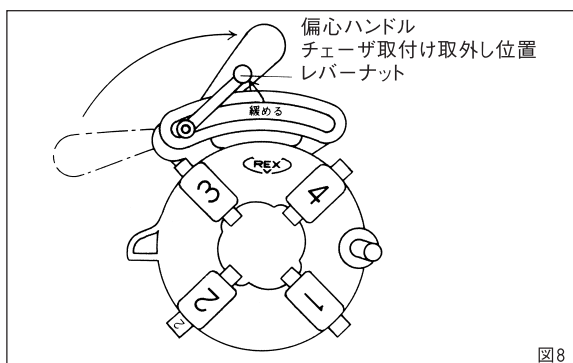
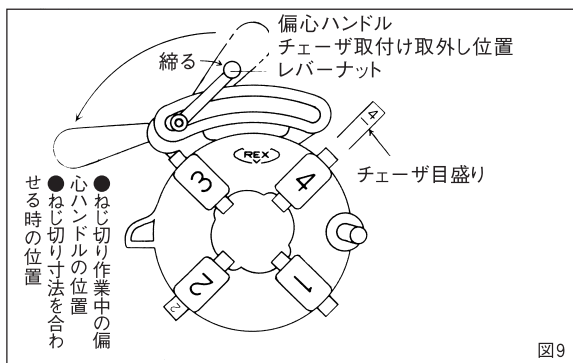

図8
図9
a. チェーザの取外しかた (図8)
- ① 偏心ハンドルを図の方向に倒して、レバーナットをゆるめ、偏心ハンドル部を左端いっばいの位置までよせてください。これで3番と4番のチェーザが取外せます。
- ② 次にダイヘッドを起すと1番と2番のチェーザが取外せます。
b. チェーザの取付けかた (図9)
- ① ダイヘッドをチェーザの取外した状態にします。
- ② ダイヘッドの3番と4番の溝番に同じ番号のチェーザを位置決めノッチにはまりこむまで差し込んでください。
- ③ 次にダイヘッドを起して1番と2番のチェーザを同じ溝番に差し込んでください。
- ④ 次は偏心ハンドルを矢印の方向に倒しますと、チェーザはダイヘッドの中心にむかってはいります。これでチェーザは完全に溝にセットされたわけです。もし偏心ハンドルがうごかない時は4枚のいずれかのチェーザが正しい位置にセットされていない証拠ですから偏心ハンドルに軽く力を入れてチェーザを上下にうごかして、チェーザの位置を正しく直してください。
- ⑤ あとはご希望のねじ切り寸法に合わせていただき、ねじ切りを行ってください。(ねじ切りの項参照)